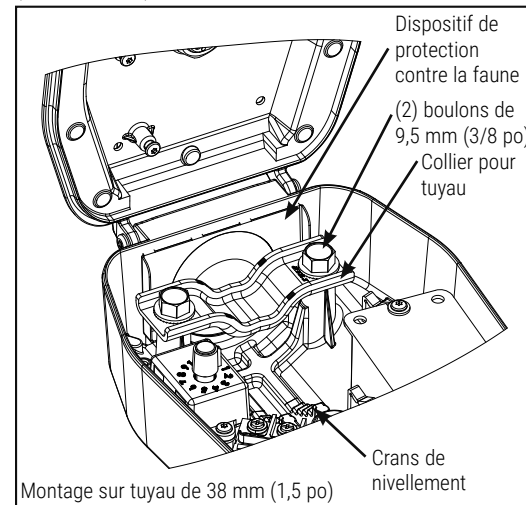

Figure 1.
2. Avec la douille de 14 mm (9/16 po), desserrez suffisamment les deux boulons de la bride de serrage pour permettre le glissement du bras (non fourni) sur les échelons de mise à niveau. (Figures 1 et 2).